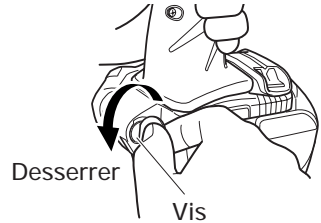

Fig. 6
(2) Modification de la position du crochet
- (a) Tenir fermement le boîtier de l'outil et retirer la vis à l'aide d'un tournevis pour écrou à fente ou d'une pièce de monnaie. (Fig. 6)
- (c) Fixer le crochet et le ressort de l'autre côté et serrer à fond avec la vis. (Fig. 6)